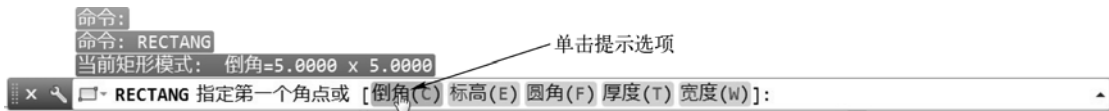

图 1-30 单击提示选项以选择它
(输入大写或小写字母均可), 然后按〈Enter〉键。也可以使用鼠标单击所需提示选项以选择它, 示例如图 1-30 所示, 在命令行提示中单击提示选项“倒角 (C)”, 则表示选中“倒角 (C)”选项, 等同于在此命令行提示下输入“C”并按〈Enter〉键。